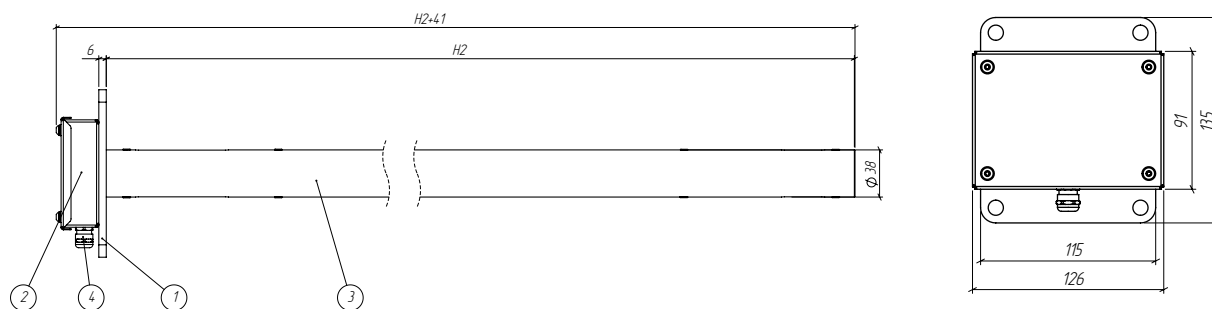

Рис. 2. Датчик, общий вид
- Контроллер датчика в корпусе (Рис. 2, п.2).
- Фланец для соединения с резервуаром (Рис. 2, п.1, рис 4).
- Измерительная часть Датчика (Рис. 2, п.3).